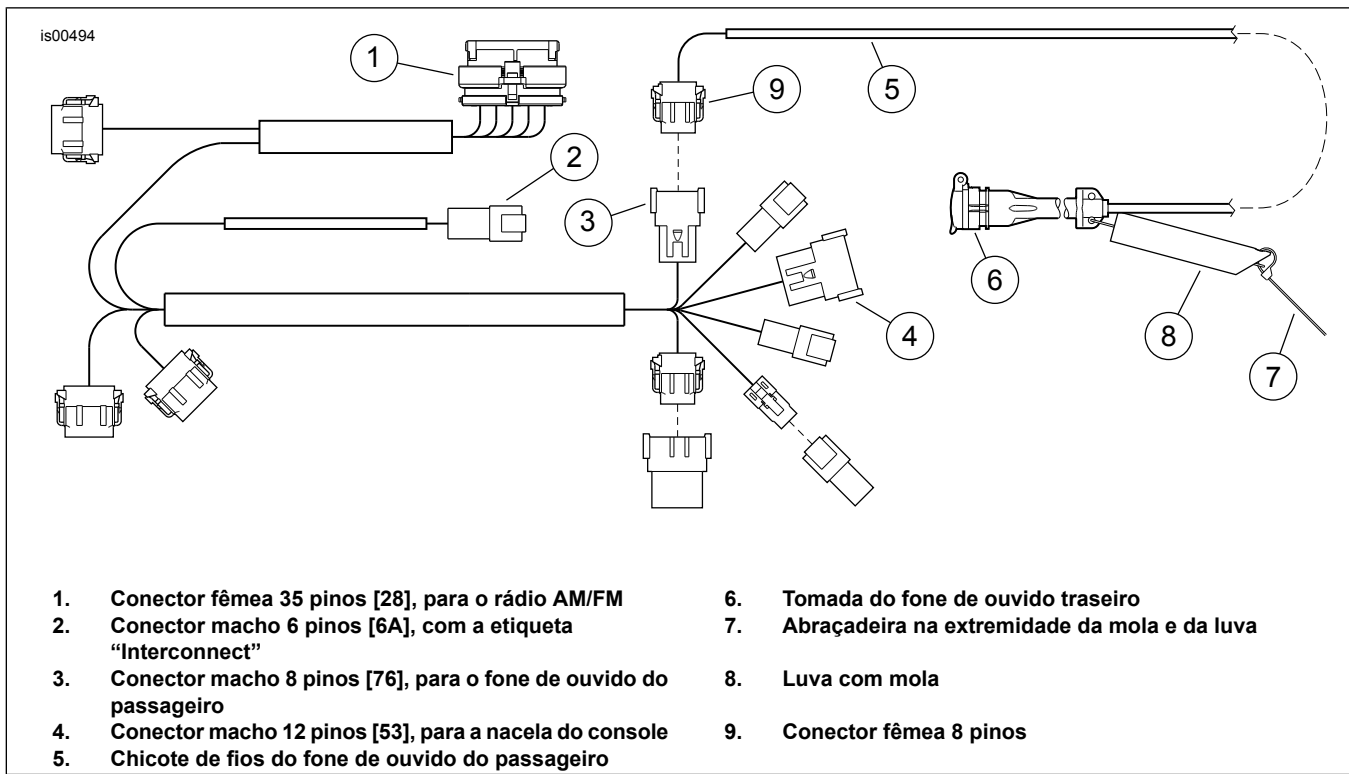

Figura 1. Conexões dos chicotes de fios
4. Veja Figura 1. Pegue o chicote de fios do fone de ouvido do passageiro (5) do kit. Com a tomada do fone de ouvido (6) voltada para frente, coloque a tomada no suporte no lado inferior da caixa do alto-falante traseiro esquerdo.
5. **Se o amplificador de alto rendimento áudio avançado estiver instalado debaixo do Tour-Pak:** Segure a abraçadeira (7) na extremidade da luva de vinil com mola (8) e use uma abraçadeira do kit para fixar a extremidade da mola na fenda inferior esquerda no suporte da placa de licença do veículo. Se for desejada uma retenção mais forte da tomada do fone de ouvido, o conjunto de mola do kit poderá ser substituído com um conjunto de mola 76300-06 (adquirido separadamente). **Se não houver um amplificador instalado:** Segure a abraçadeira (7) na extremidade da luva de vinil com mola (8) e desenganche a luva e a extremidade da mola da lingueta no canto superior direito do suporte da placa de licença do veículo.
- a. Veja Figura 1. Coloque o conector fêmea (9) da extremidade do chicote de fios do intercomunicador no conector macho 8 pinos [76] do chicote de fios revestido (item 3)
- b. Coloque o conector fêmea 35 pinos do rádio [28] (1) no rádio.
- c. Localize o conector de áudio do chicote de fios da interconexão [6B] perto da parte traseira do rádio. Coloque o conector macho 6 pinos [6A] (2) no chicote de fios revestido no conector fêmea [6B].
- d. Coloque o conector macho de 12 pinos do chicote de fios revestido (4) com a etiqueta "Intercom" [53] no conector fêmea que vem da nacela do console.